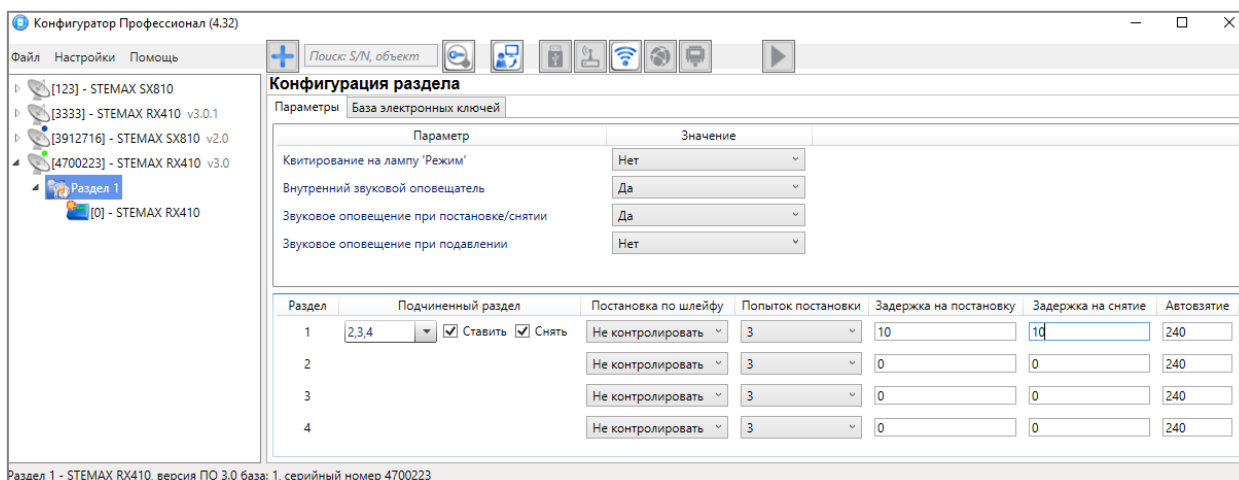

Рисунок 4.28 — Пример 2
**2** Первый раздел назначается главным, а все остальные — подчиненными ему на постановку и снятие. В таком случае при постановке на охрану главного раздела все подчиненные разделы будут автоматически синхронно ставиться на охрану. При снятии с охраны главного раздела все подчиненные разделы будут автоматически синхронно сниматься с охраны. Настройка, соответствующая этому примеру, показана на иллюстрации (см. рисунок 4.28).